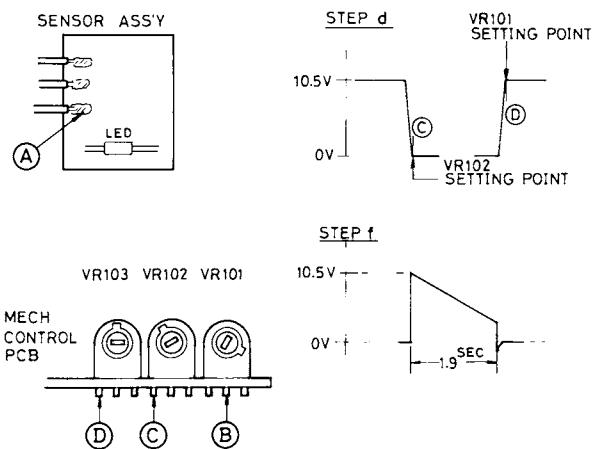

Fig. 3
Each specifies the preset position of wiper of pot as seen from the side shown in Fig. 3.
- Check the voltage across the circuit: When 13-16 VDC is applied from the power supply, the emitter voltage of transistor X102 should be 11.5-12 VDC (as measured at point A on the sensor assembly). (Fig. 3) At the same time, confirm that the LED on the sensor assembly is glowing.
Chacune de ces valeurs indique la position de réglage de la came de contact des potentiomètres, vu de côté, comme illustré sur la Fig. 3.
- Vérifier la tension du circuit: lorsqu'un courant de 13-16 VDC est appliqué à partir de l'alimentation, la tension d'émetteur du transistor X102 doit être de 11.5-12 VDC (mesurée au point A sur le montage détecteur). (Fig. 3). Vérifier aussi que la LED du détecteur s'allume alors.